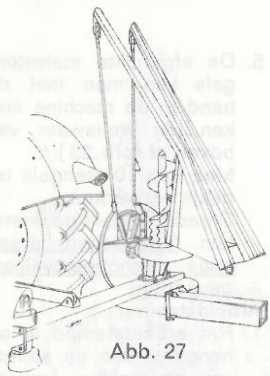

Abb. 27
- Eine gute Montage ist möglich, wenn der Mais-Wolf hochgekippt wird, siehe Abb. 27.
- Attachment is facilitated by tilting the harvester. See Fig. 27.
- Le montage est rendu aisé en faisant pivoter le hacheur vers le haut. Fig. 27.
- E' possibile eseguire bene il montaggio ribaltando la mietitricia verso l'alto (vedere la fig. 27).
- De montage is het gemakkelijkste, indien de Mais-Wolf omhoog gekandeld wordt. (zie afb. 27).